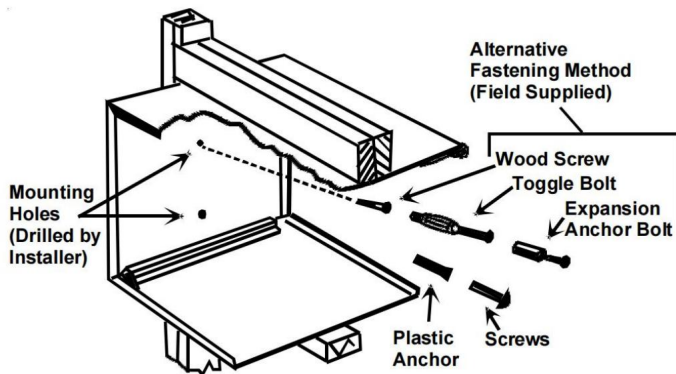

Abbildung 5
5. Bei der Installation in der Öffnung muss die Wandhülse von Seite zu Seite eben sein und von vorne nach hinten eine Viertelblase geneigt sein. **NEIGEN SIE DIE WANDHÜLSE NICHT ZUM RAUM.** Siehe Abbildung 5. Dies dient der Ableitung des Kondensats.
7. Befestigen Sie die Hülse mit vier #12x2" Holzschrauben (für Holzkonstruktionen) oder vier #12x2" Mauerwerksschrauben (für Beton- oder Ziegelkonstruktionen) (Abbildung 5). Befestigen Sie sie an 2 Stellen auf der linken und rechten Seite.